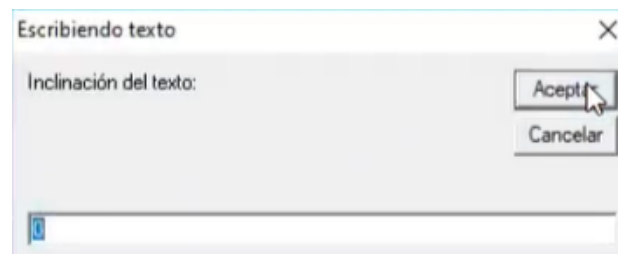

Figura 303. Inclinación del texto.
55. En la última ventana emergente, introducir una inclinación del texto adecuada y presionar “Aceptar”. Figura 303.